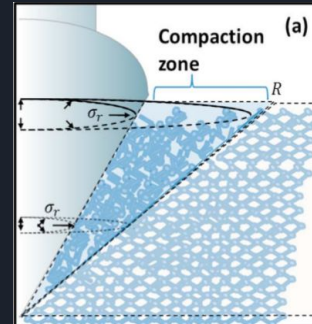

Fig. 2: Modèle macroscopique
- Modèle macroscopique purement mécanique (Figure 2) : **Continuum cavity expansion model** (CEM)